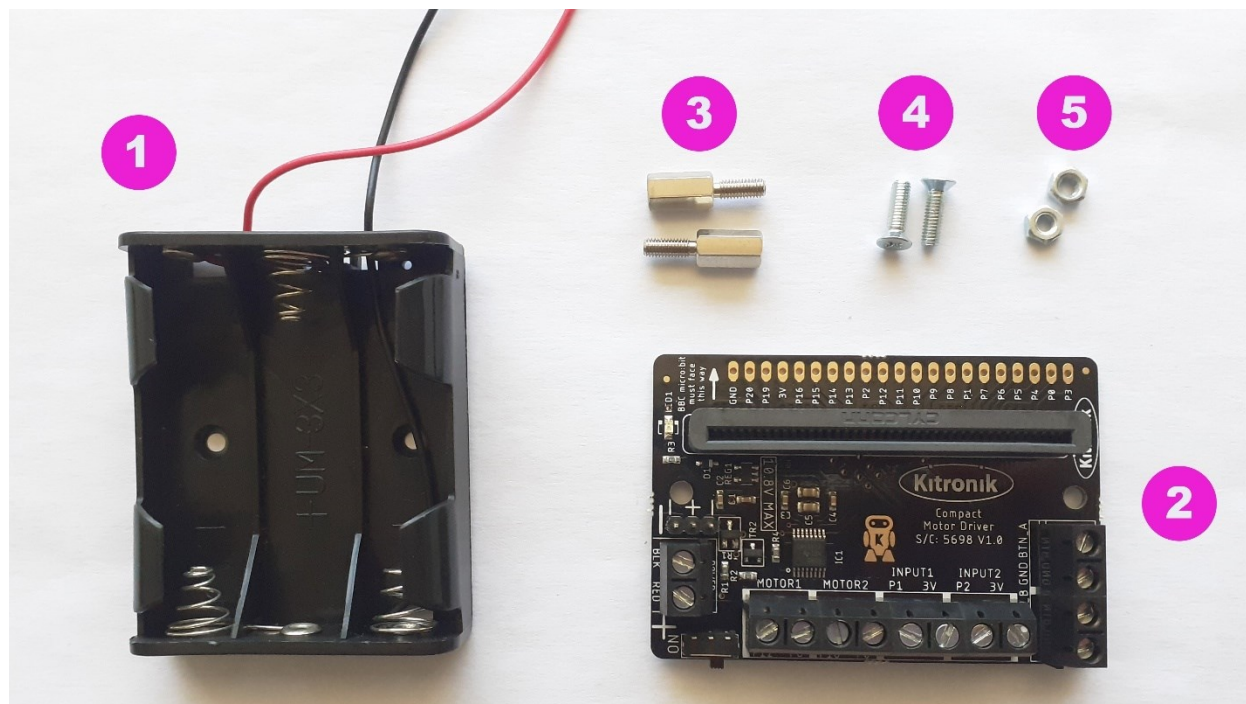

Figure 13: Le composant qui sera fixé sur le dessus du châssis
Il est maintenant temps d'assembler le dessus du châssis. Les composants nécessaires sont : le support de piles 3AA (1), le contrôleur de moteur Compact (2), les 2 entretoises M-F (3), les 2 vis de 10 mm (4) et les deux écrous (5) (Figure 13).